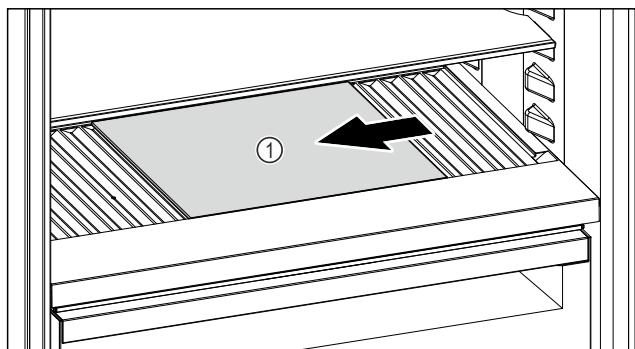

Fig. 204
- Пересуньте скляну пластину Fig. 204 (1) вліво, в центр або вправо.